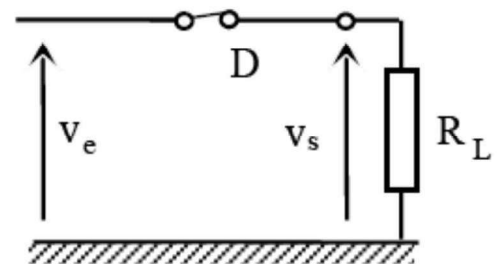

Fig. 04
- Lorsqu'on applique un signal sinusoïdal à l'entrée d'un circuit redresseur mono- alternance, dès que la tension à l'entrée est positive, la diode conduit et le circuit équivalent dans ces conditions est donné par le schéma de la figure 04. Dans ces conditions la tension de sortie est identique à la tension appliquée à l'entrée :  $v_s = v_e$